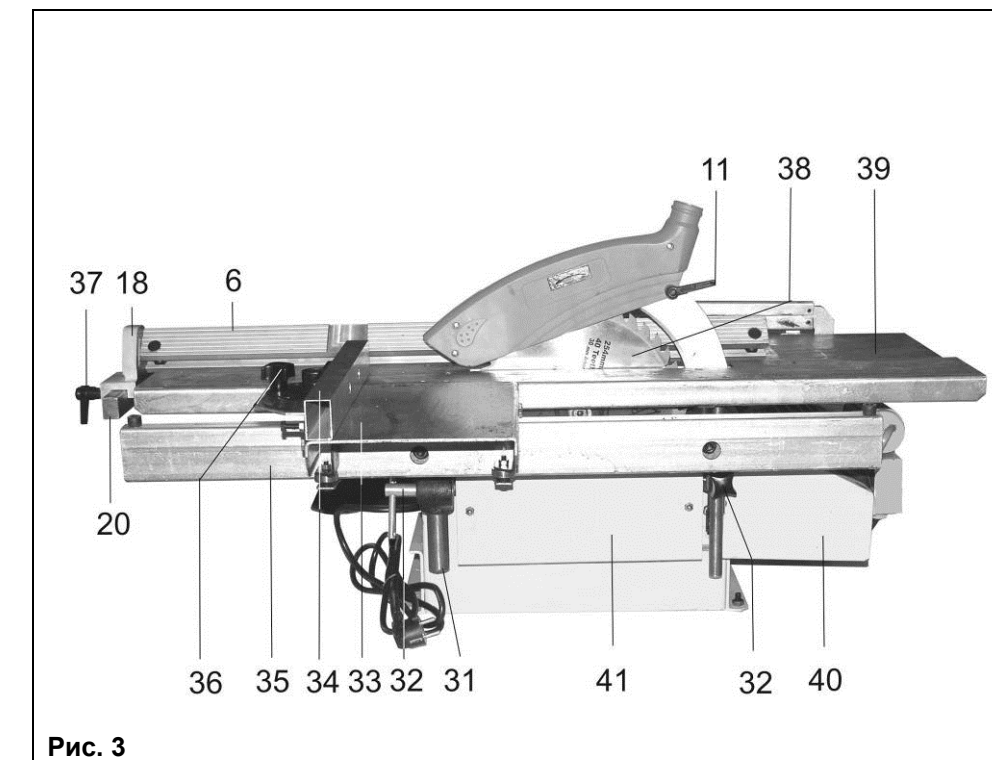

Рис. 3
8.2.1. Как показано на Рис. 3, 4, ослабьте положение двух винтов фиксации (32), демонтируйте (поднимите вверх) пильный рабочий стол (39), снимите защитный кожух (41), установите и закрепите защитный кожух (41).